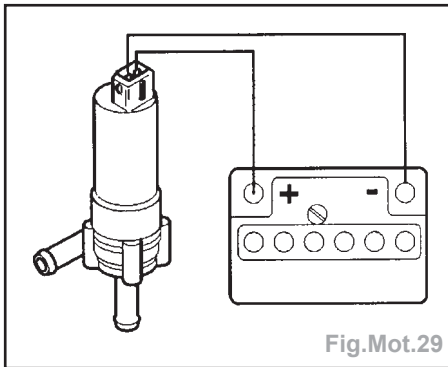

Fig.Mot.29
- Lier les contacts de la pompe de recirculation du liquide de refroidissement avec la batterie à l'aide de câbles (Fig.Mot.29).